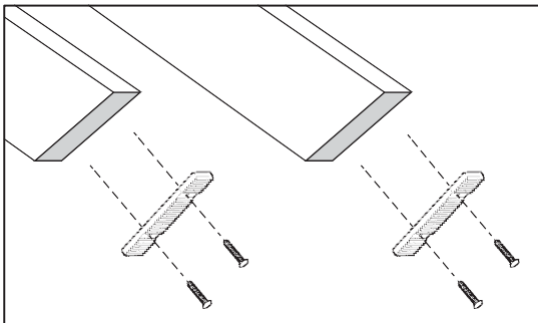

FIGURA 11
E. Instale el tacón de plástico a extremos inferiores del riel con pijas de 1" incluidas. Taladre agujeros guía de 1/16" en la madera antes de instalar las pijas para evitar daños en el riel (Figura 11).